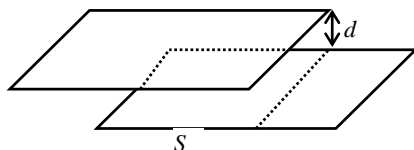

Рис. 3
7. Исследуйте зависимость ёмкости раздвижного конденсатора от площади пластин  $S$  и от расстояния между пластинами  $d$  (см. рис. 3).